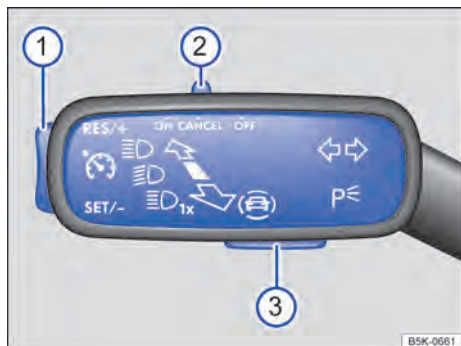

Fig. 114 En el lado izquierdo de la columna de dirección: mando y teclas para manejar el GRA.
- Desplace el mando → fig. 114 ② a la posición **ON**.